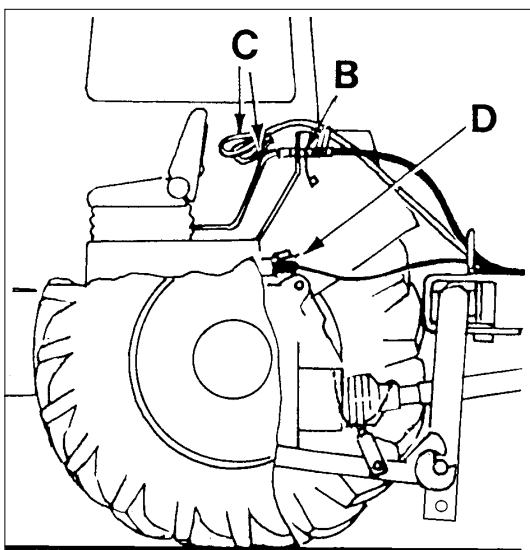

Figure 3-5
- Raccorder le système hydraulique (B). Raccorder la conduite flexible marquée en rouge et jaune par paire à l'appareil de commande à double effet. Raccorder la conduite flexible non marquée à l'appareil de commande à simple effet (fig. 3-5).
- Mettre le câble de déverrouillage (C) pour les machines latérales dans la cabine du tracteur.
- Faire le branchement électrique (D).